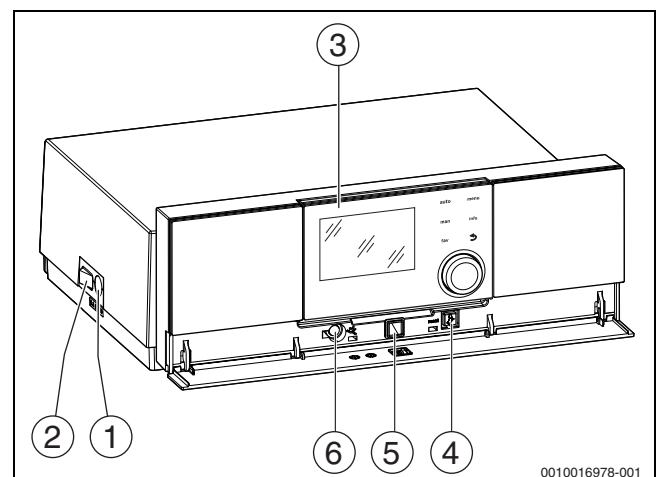
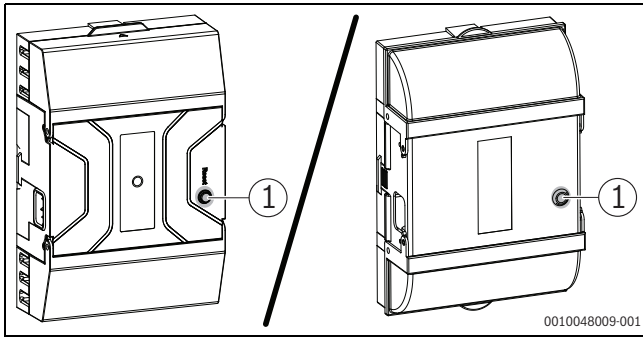

Bild 20 Regelgerät mit Bedieneinheit
Bild 21 Taste reset am Feuerungsautomat
- ▶ Zum Entriegeln Taste reset am Regelgerät (→ Bild 20) oder am Feuerungsautomat (→ Bild 21) drücken.
- ▶ Heizungsanlage am Hauptschalter (→ Bild 20) einschalten. Das Display leuchtet und zeigt nach kurzer Zeit die Kesseltemperatur an.